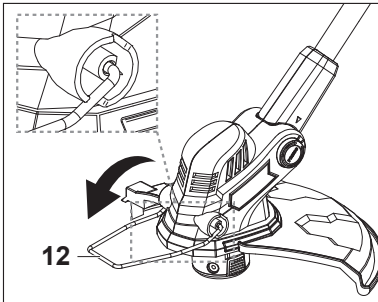

Fig. 18: posición para recortar hierba o rematar bordes de céspedes
1. Despliegue el protector de plantas (12) hasta que quede bloqueado en posición cuando vaya a recortar hierba o rematar los bordes del césped, etc. (Fig. 18).